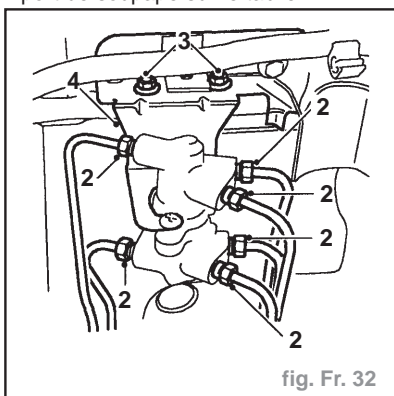

fig. Fr. 32
- Débrancher 6 tuyaux de frein (2) de la soupape (fig. Fr. 32).